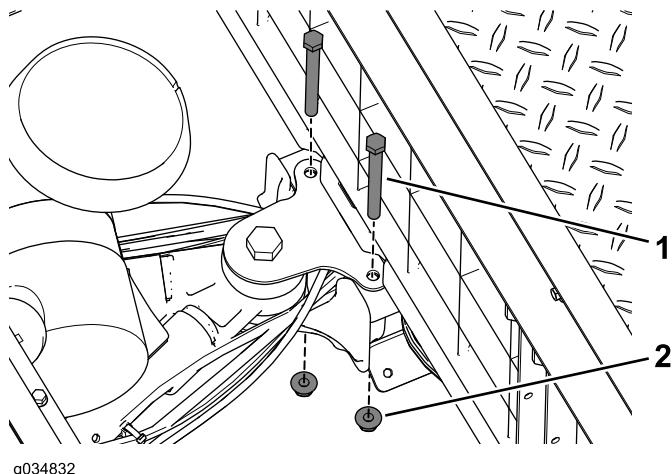

图19
6. 拆下将摆臂式固定件固定到中央通道上的螺栓和凸缘螺母 图19。